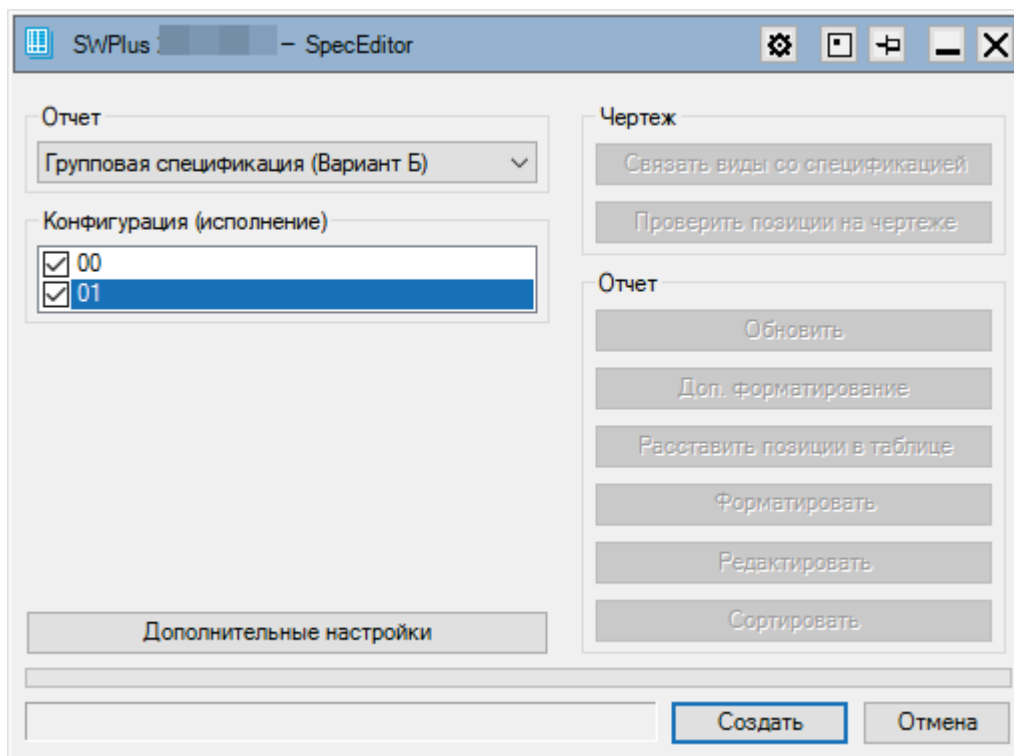

Рис. 40 – Внешний вид диалогового окна SpecEditor при создании групповой спецификации
- **Отчет** – раздел с выпадающим списком типов документов (Спецификация, Групповая спецификация (Вариант Б), Групповая спецификация (Вариант Б) при количестве исполнений не более трех, Ведомость покупных изделий), Перечень элементов. Каждый вариант будет содержать свой набор параметров, например на рис. 40 представлен вид диалогового окна при выборе групповой спецификации.